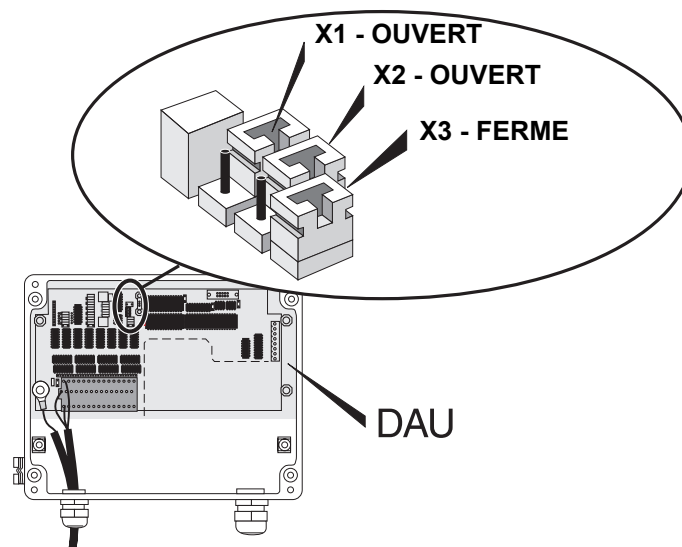

Figure 4-27. Configuration des cavaliers pour la plage de température - 50 à 125°C
- 2 Réglez les **cahaliers X1, X2 et X3** sur la carte des circuits DAU sur les positions correctes pour la plage de mesure souhaitée. Les cavaliers sont réglés selon le Tableau 4-4. Voir aussi la Figure 4-27. Le réglage par défaut est de -50°C à 125°C pour le capteur Pt 100.